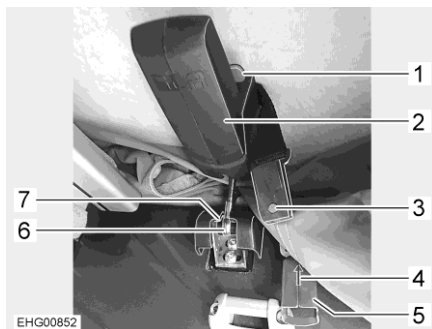

Bild 27 Lås, uppfällbart tak, bak
- Öppna säkerhetslåsen (Bild 27,5) på båda sidorna. Tryck på den grå tryckknappen (Bild 27,3) och dra isär säkerhetslåsets båda delar.
- Tryck upp den röda spaken (Bild 27,1). Detta frigör det svarta handtaget (märkt SCA) (Bild 27,2).
- Dra det svarta handtaget (märkt SCA) (Bild 27,2) nedåt.
- Lossa bulten (Bild 27,6) från fästet (Bild 27,7).